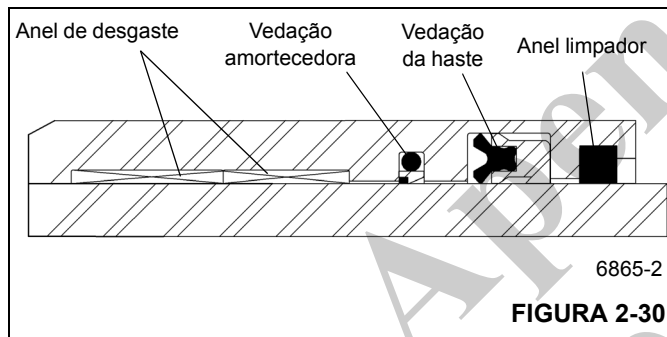

FIGURA 2-30
1. Instale os anéis de desgaste, a vedação amortecedora, a vedação da haste e o anel limpador de reposição na parte interna da cabeça. Verifique se o rebaixo da vedação amortecedora está mais próximo da vedação da haste. Verifique se a ranhura do aro da vedação da haste está mais próxima da vedação amortecedora (Figura 2-30).